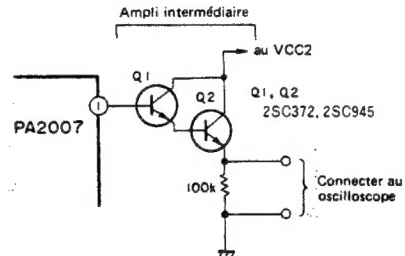

Fig. 14-6 Connexion de l'amplificateur intermédiaire
- 2. Brancher un amplificateur intermédiaire sur la broche 1 du CI PA2007 et connecter la sortie à un oscilloscope (Fig. 14-6).